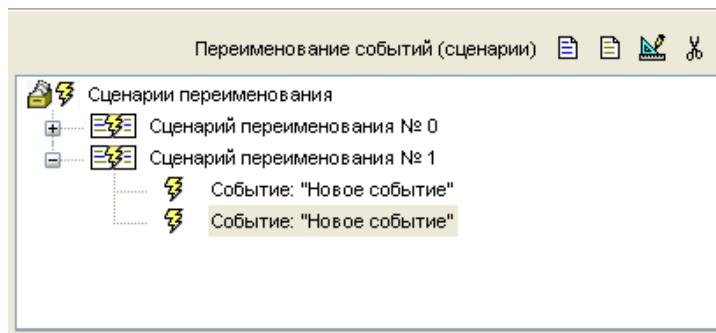

Рисунок 21
2. Добавьте два события к выделенному сценарию, с помощью кнопки (см. Рисунок 21).